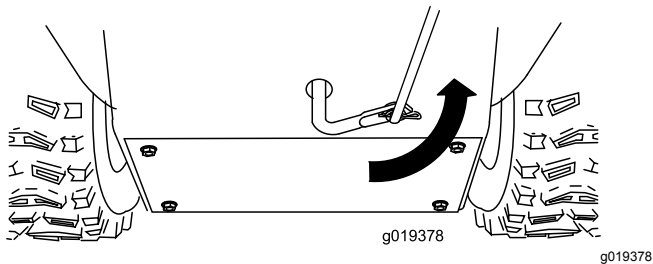

Bild 8
5. Drehen Sie den Unterlenkerarm ganz nach oben (gegen den Uhrzeigersinn), wie in Bild 8 dargestellt.